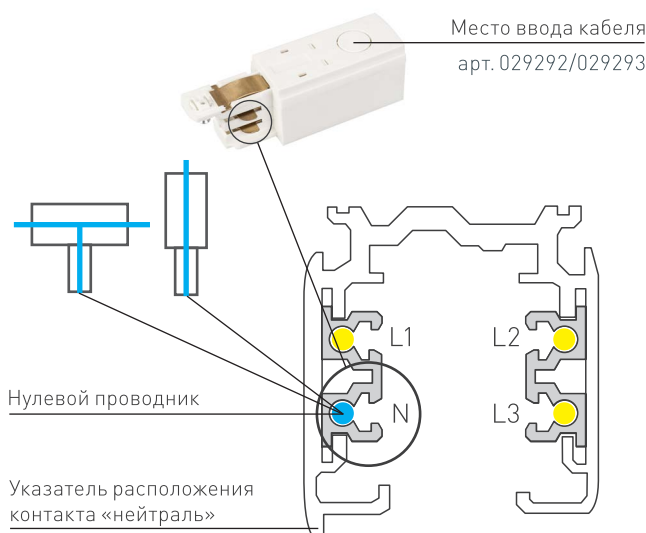

Рисунок 2. Выбор коннектора исходя из расположения нулевого контакта на шинопроводе
2. На корпусе коннекторов есть соответствующие обозначения стороны расположения «нейтрали» (рис. 2).